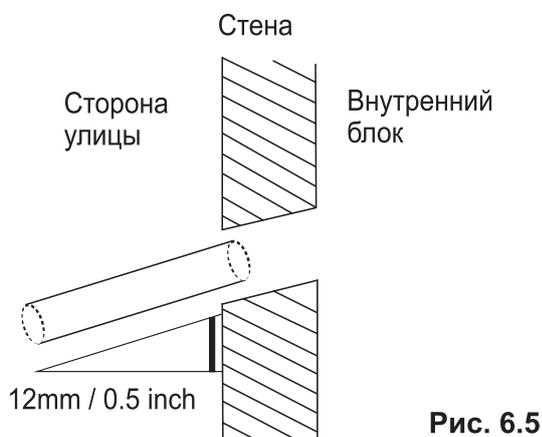

Рис. 6.5
- С помощью трубчатого сверла просверлите в стене отверстие диаметром 65 мм. Отверстие следует просверлить с небольшим наклоном вниз, чтобы наружный край отверстия был ниже внутреннего края приблизительно на 12 мм. Это обеспечит правильный сток воды (см. рис. 6.5). Поместите в отверстие защитную манжету. Это защитит края отверстия и поможет герметизировать его после завершения монтажа.